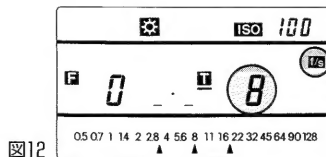

図12
- (2)1/8000の次にムービーコマ数が表示されます。(図12)